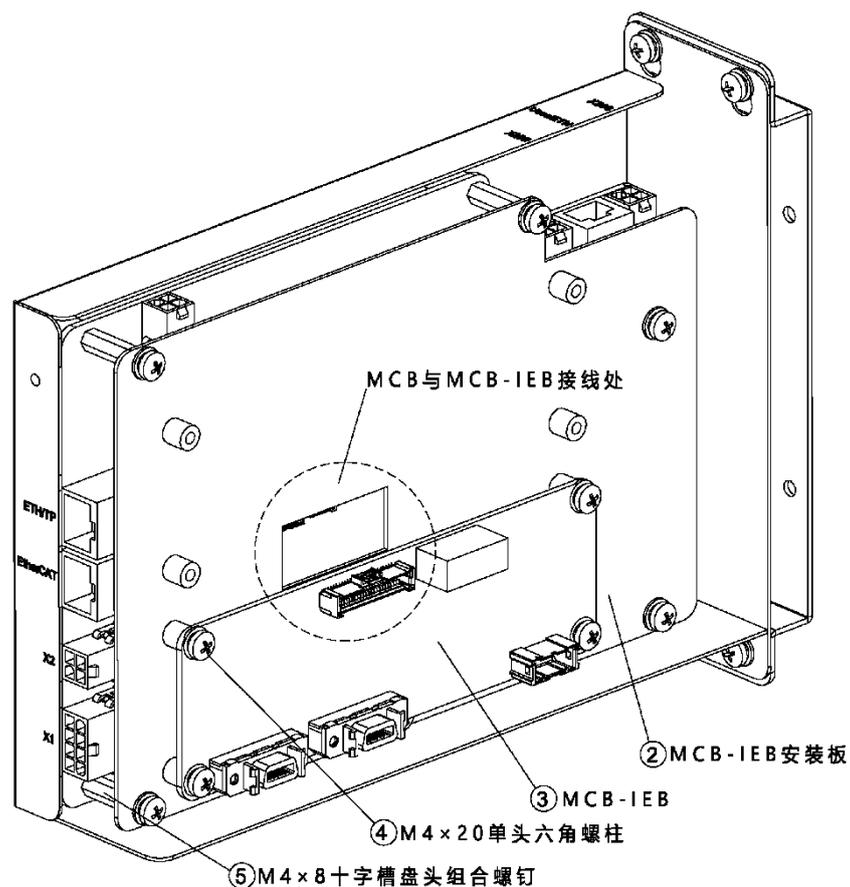

图 21-40 安装 MCB-IEB
步骤3. 将② MCB-IEB 安装板通过 5 个④ M4 × 20 单头六角螺柱与 5 个⑤ M4 × 8 十字槽盘头组合螺钉固定在 MCB 上, 将③ MCB-IEB 通过 4 个⑤ M4 × 8 十字槽盘头组合螺钉固定在② MCB-IEB 安装板上, 参考图 21-40。